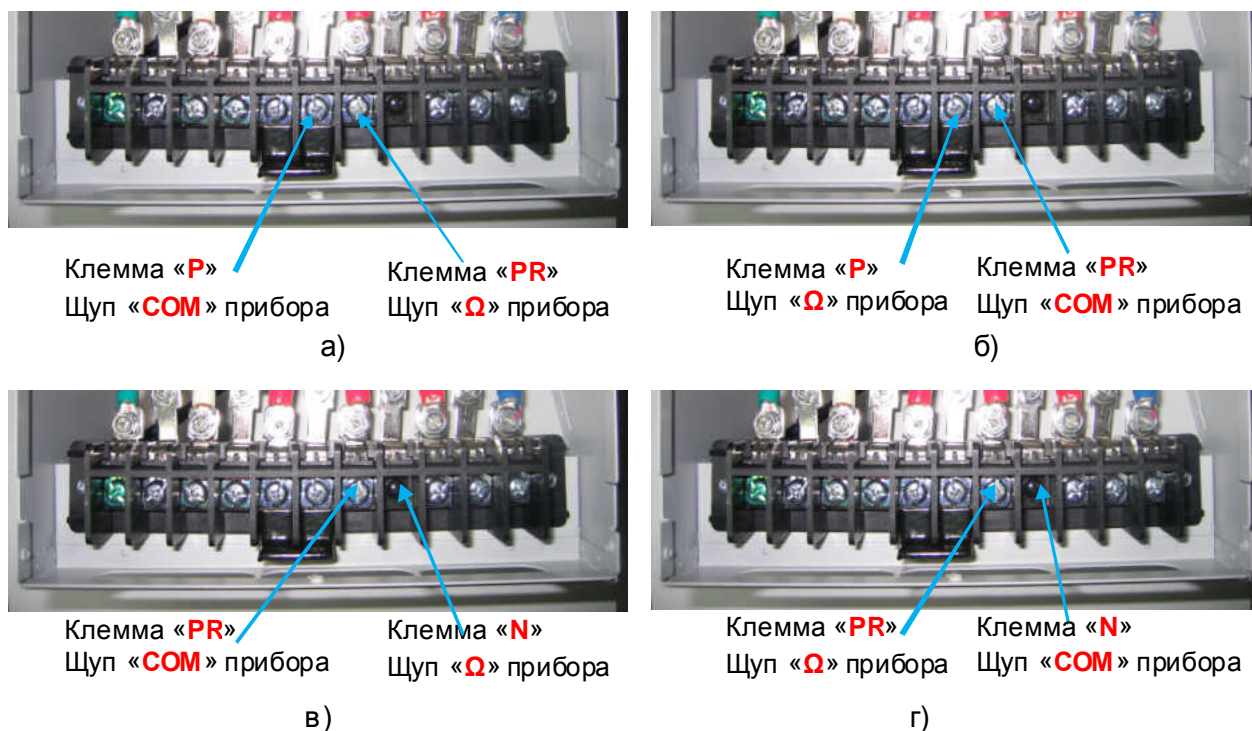

Рис.4.17. Проверка силового ключа тормозного прерывателя.
4.12.18.6. Подключить щупы мультиметра к клемме **P** и клемме **PR** силовой клеммной колодки в соответствии с рис. 4.17а. Показания прибора, при исправной матрице, должны быть в пределах **200...1000** (прямая проводимость диода). Подключить щупы мультиметра в соответствии с рис. 4.17б. Прибор должен показать «**Обрыв цепи**» (обратная проводимость).
4.12.18.7. Подключить щупы мультиметра к клемме **N** и клемме **PR** силовой клеммной колодки в соответствии с рис. 4.17в. Прибор должен показать «**Обрыв цепи**». Подключить щупы мультиметра в соответствии с рис. 4.17г. Прибор должен показать «**Обрыв цепи**» (продолжительность последнего измерения должна быть не менее 5 секунд).